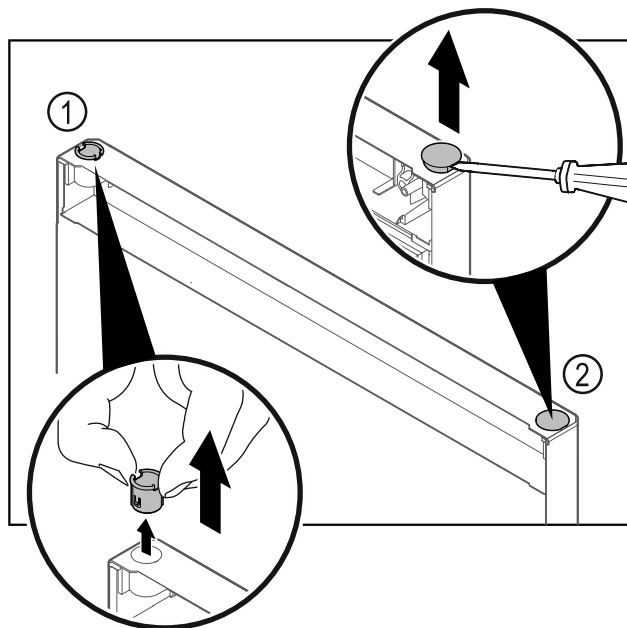

Fig. 23
- ▶ Extrageți bușa balamalei Fig. 23 (1) cu degetele.
- ▶ Ridicați dopul de acoperire Fig. 23 (2) cu precauție cu o șurubelniță dreaptă și extrageți-l.